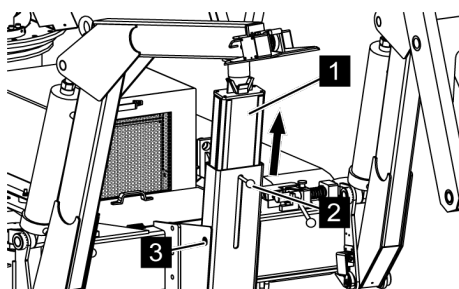

Fig. 100: Monter le support du bras télescopique
- 4.** → Tirer le support du bras télescopique (Voir la Fig. 100/1) par la poignée (Voir la Fig. 100/2) vers le haut, jusqu'à ce que les trous (Voir la Fig. 100/3) coïncident.